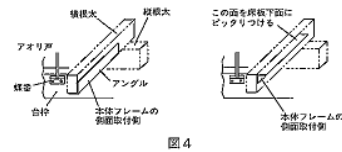

図4
- 木製横根太の場合は、アングル(L65×65×t4以上、長さ400以上、材質SS400以上)を溶接またはボルト(M12、3~4本)締めにて固定して下さい(図4参照)。ボルト締めの場所は、本体フレーム等の取付けを考慮し、干渉しない位置を選んで下さい。